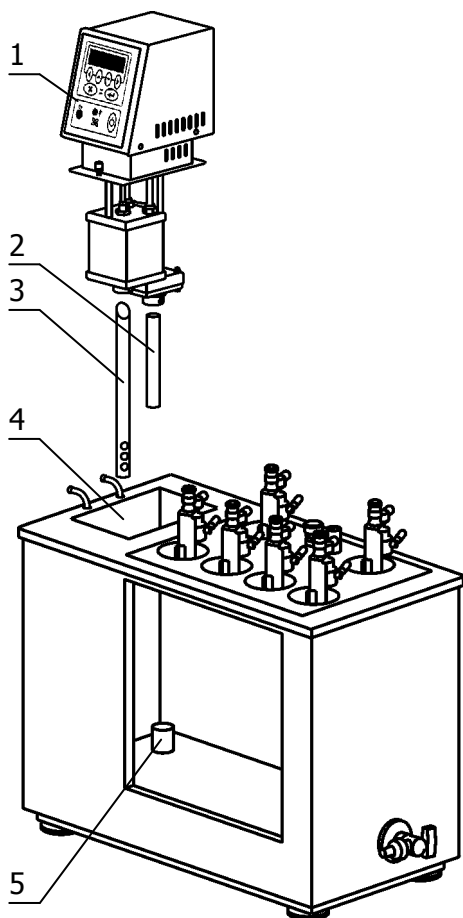

Рисунок 3 — Установка блока регулирования
2.2.3 Во входной патрубке блока регулирования вставить входную трубку 2 (рисунок 3) до упора и зафиксировать винтом.